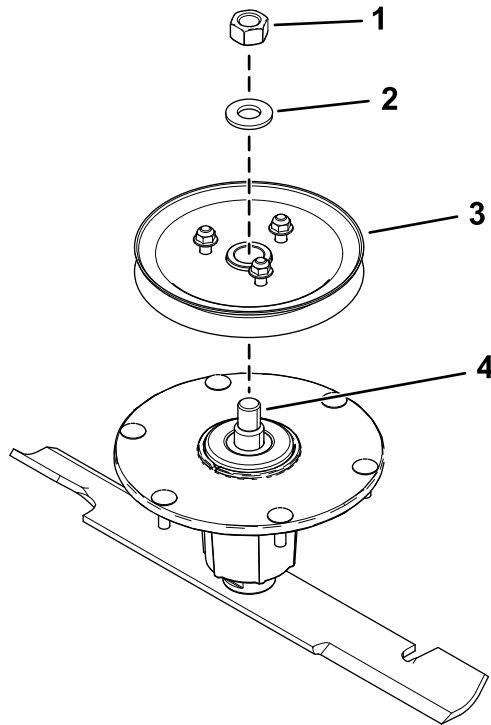

Bild 4
4. Montieren Sie die Laufrollenbaugruppe mit der Unterlegscheibe und der oberen Mutter an der Spindel (**Bild 4**).